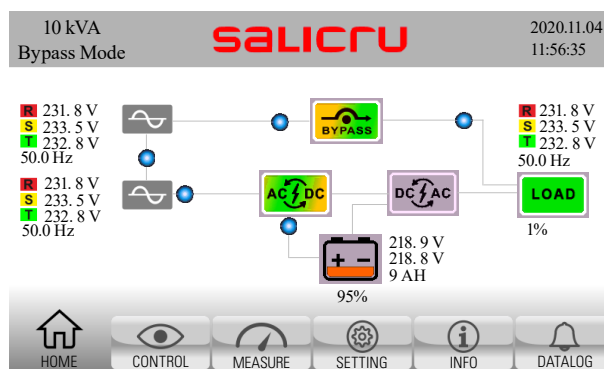

Fig. 57. Écran principal en mode bypass. Le flux d'énergie passe de l'entrée de bypass à la sortie directement, à travers l'interrupteur statique de bypass.
2. Les charges sont alors alimentées directement depuis la ligne de bypass statique. Vérifier que le synoptique de l'équipement correspond à celui de la Fig. 57 (équipement en mode bypass).
11. L'alarme <3A> **maintain is open** (Contact bypass de maintenance ouvert) disparaît. Vérifier que le synoptique de l'équipement correspond à celui de la Fig. 57 (équipement en mode bypass).
- b. L'onduleur passe automatiquement du mode attente au mode bypass, les charges sont alors alimentées directement depuis la ligne de bypass statique. Vérifier que l'alarme <0B> EPO active (EPO activé) disparaît. Vérifier également que le synoptique de l'équipement correspond à celui de la Fig. 57 (équipement en mode bypass).